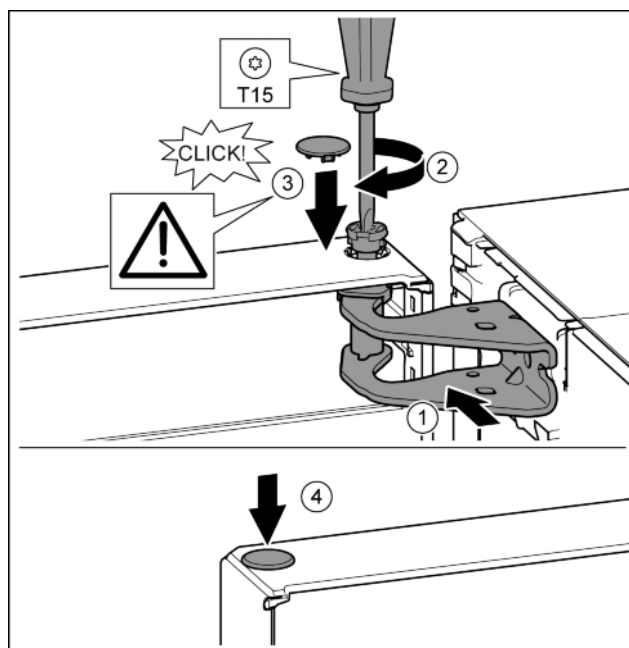

Fig. 21
- ▶ Fent igazítsa a csapágyak nyílásához az ajtót. Fig. 21 (1)
- ▶ Helyezze be a csapot, és a T15 csavarhúzóval húzza meg. Fig. 21 (2)
- ▶ Az ajtó biztosítása érdekében szerelje fel a biztonsági fedelet: Helyezze fel a biztonsági fedelet, és ellenőrizze, hogy felfekszik-e az ajtóra. Egyébként a csapszeget teljesen helyezze be. Fig. 21 (3)
- ▶ Helyezze be a dugót. Fig. 21 (4)